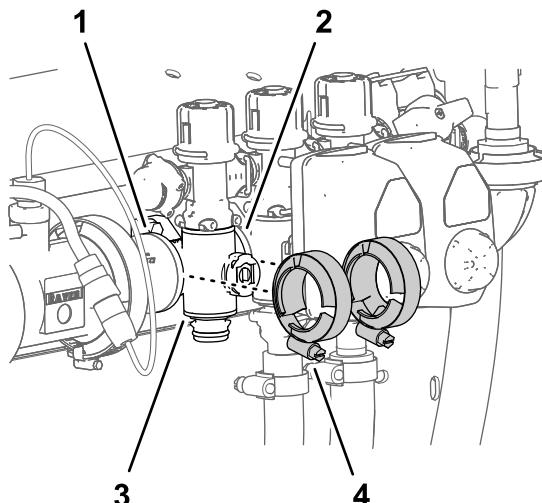

Bild 129
4. Befestigen Sie die Flanschklemmen, die Sie in Entfernen des Abschnittverteilerventils \(Seite 89\) entfernt haben, lose an den Flanschen des Abschnittventilverteilers und an den Flanschen der anderen Abschnittventile und/oder am Kupplungsadapter (Bild 129).
7. Ziehen Sie die zwei Flanschklemmen mit der Hand an (Bild 129).